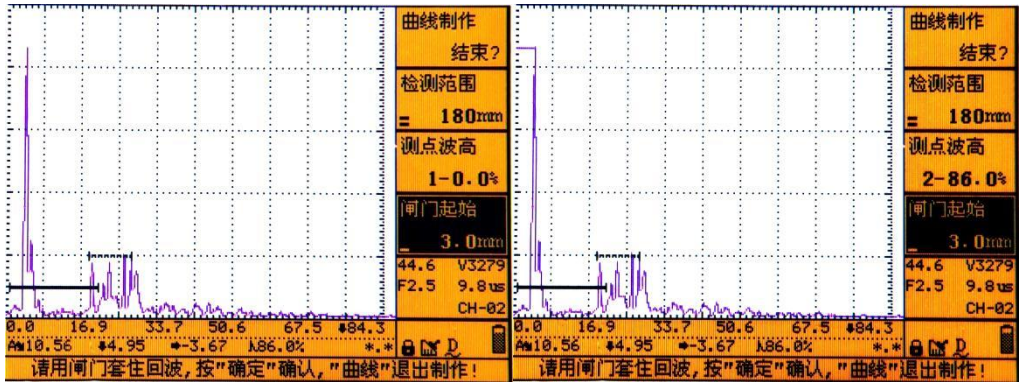

图 6.23 图 6.24
- b) 将探头放置在 CSK-IIA 试块上，如图 6.20 所示，对准第一个测试孔(5mm 深度的孔)，旋转旋轮移动闸门锁定此回波，移动探头直到找到最高回波，按【自动增益】键，使得锁定回波达到 80%，如图 6.23 所示，此时，单击【确认】键，仪器自动记录下该波峰的高度和位置，完成该点的测试，仪器画出一段曲线，如图 6.24 所示。